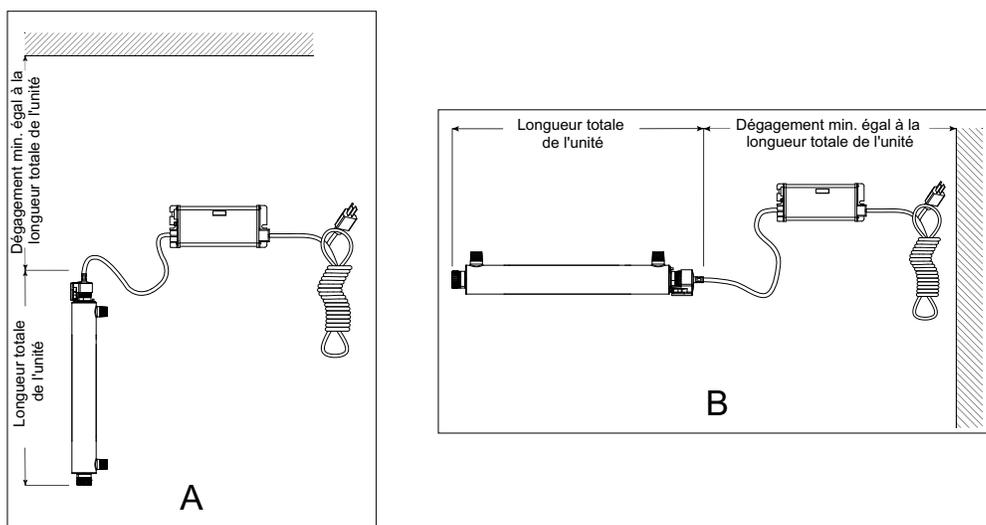

Figure 4 Installation du système de UV - Verticale et Horizontale
2. Sélectionnez un emplacement approprié pour le système de UV et ses composants connexes. Étant donné qu'il est recommandé d'installer un DFT, assurez-vous qu'il est pris en compte avant l'installation. Le système peut être installé soit verticalement (orifice d'entrée en bas) comme indiqué dans la **Figure 4 A** soit horizontalement comme indiqué dans la **Figure 4 B**. Cependant, l'installation verticale est la méthode préférée. Lorsque vous sélectionnez un emplacement de montage, laissez suffisamment d'espace pour permettre la dépose de la lampe UV/du manchon en quartz (on laisse habituellement un espace équivalent à la taille de la chambre UV elle-même).